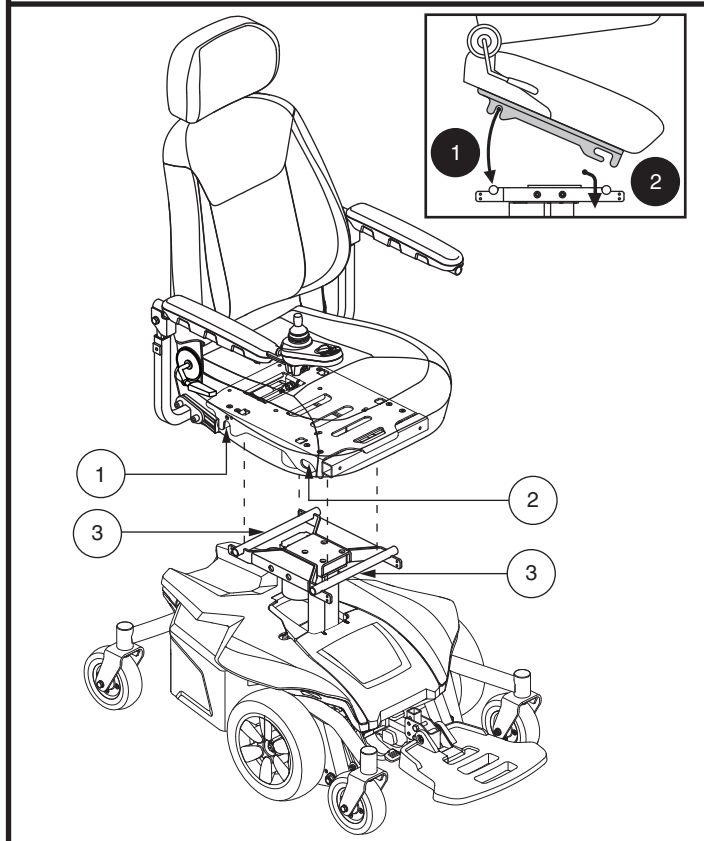
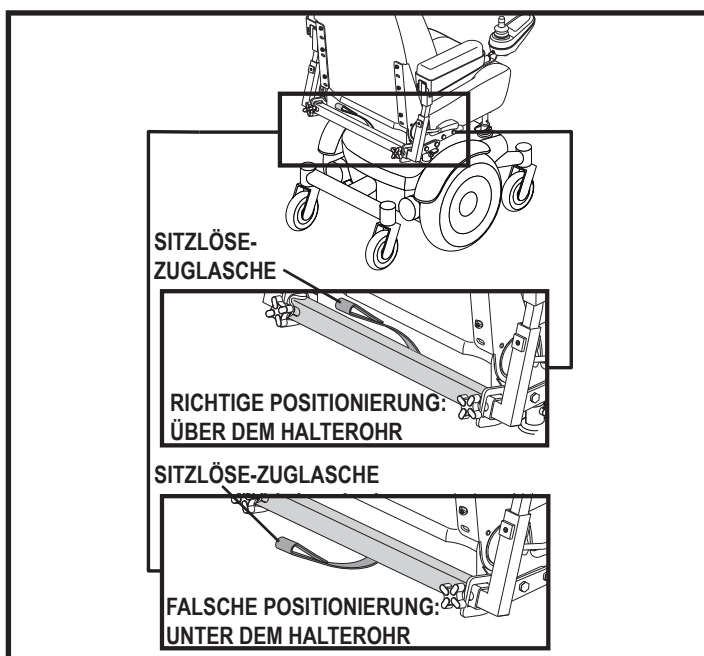

Bild 8. Montage von Sitz (nur elektrisch verstellbarer Sitz)
Bild 9. Führen der Sitzlöse-Zuglasche
Eventuell muss vor der Inbetriebnahme oder nach einem Transport des Rollstuhls der Sitz montiert werden. Die relevanten Hauptkomponenten des Sitzes sind zwei Aluminiumelemente, die an der Sitzbasis befestigt sind. Diese Elemente werden an den zwei Querstangen der Antriebsbasis befestigt. **Siehe Bild 8.**
4. Neigen Sie den Sitz nach vorne und positionieren die beiden vorderen Schlitz über der vorderen Querstange. **Siehe Bild 8.**
5. Setzen Sie den Sitz auf die vordere Querstange und drücken ihn nach vorne, sodass die vordere Querstange in die beiden vorderen Schlitz geschoben wird. **Siehe Bild 8.** Stellen Sie sicher, dass die Sitzlöse-Zuglasche oberhalb des Armlehnenhalterohrs nach hinten geführt wird. **Siehe Bild 9.**